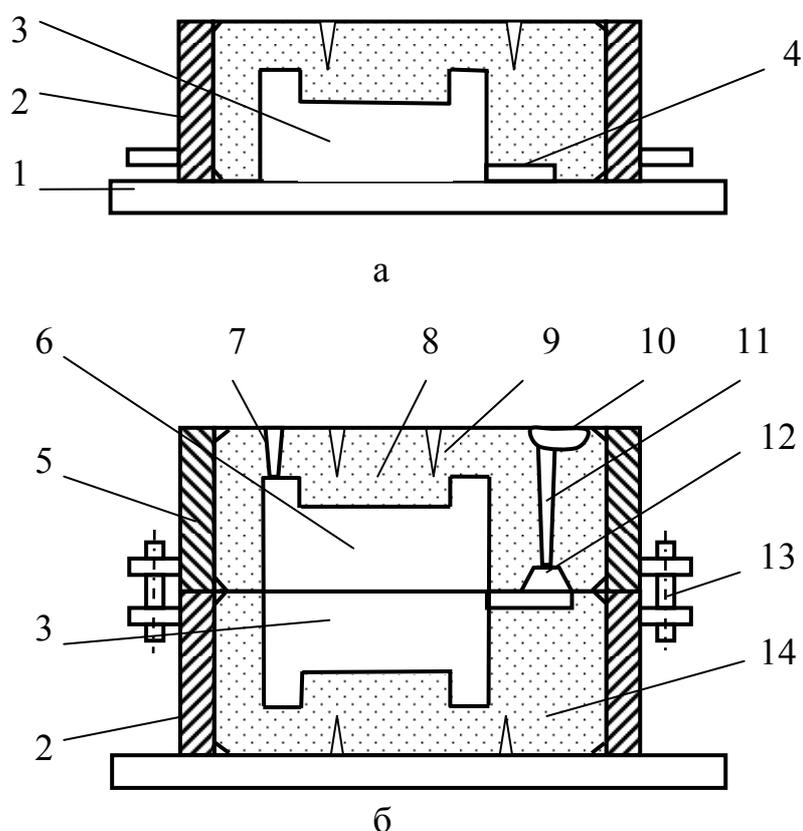

Рис. 23. Формовка в двух опоках по разъёмной модели
Литейная опока – приспособление для удержания формовочной смеси при изготовлении формы (рис. 23, 2 и 5).
1. На подмодельную плиту 1 устанавливают нижнюю опоку 2, нижнюю полумоделю отливки 3 и модель питателя 4 (рис. 23).
*Задание 5.11. Расскажите о порядке изготовления формы в двух опоках по разъёмной модели, используя рис. 23.*